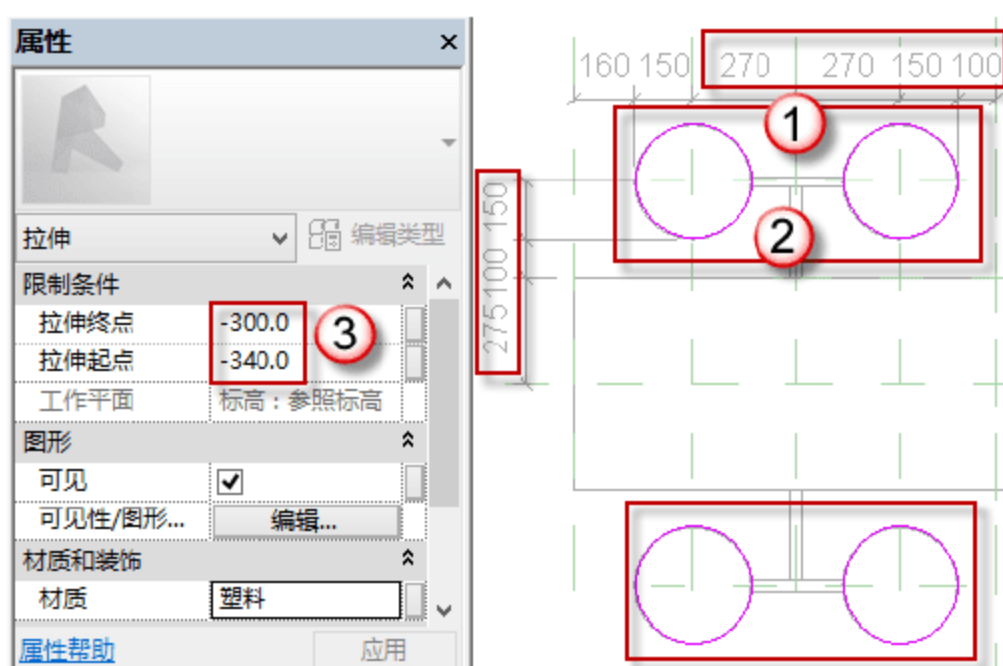

图 8.3.34 绘制圆凳
(16) 绘制座椅的平面是半径为 150mm,厚度为 40mm 的圆柱。返回到“楼层平面-参照标高”平面,按快捷键 C+O 和 M+M 绘制参考线。选择“创建”→“拉伸”→“框”命令,绘制图框,然后切换至“左前立面”视图,在“属性”面板中编辑“拉伸起点”和“拉伸终点”的数值(-340,-300),然后单击√按钮,如图 8.3.34 所示。